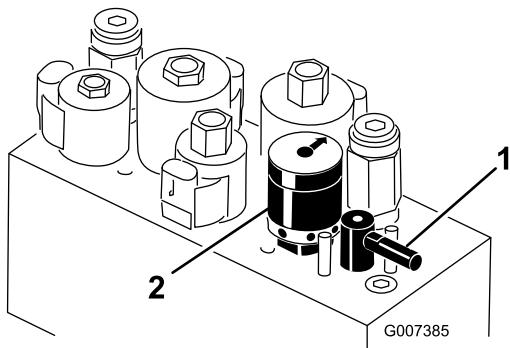

Figure 60
5. Tournez le levier de rodage à la position "R" (Figure 60).
6. Tournez le régulateur de vitesse des cylindres à la position 1 (Figure 60).